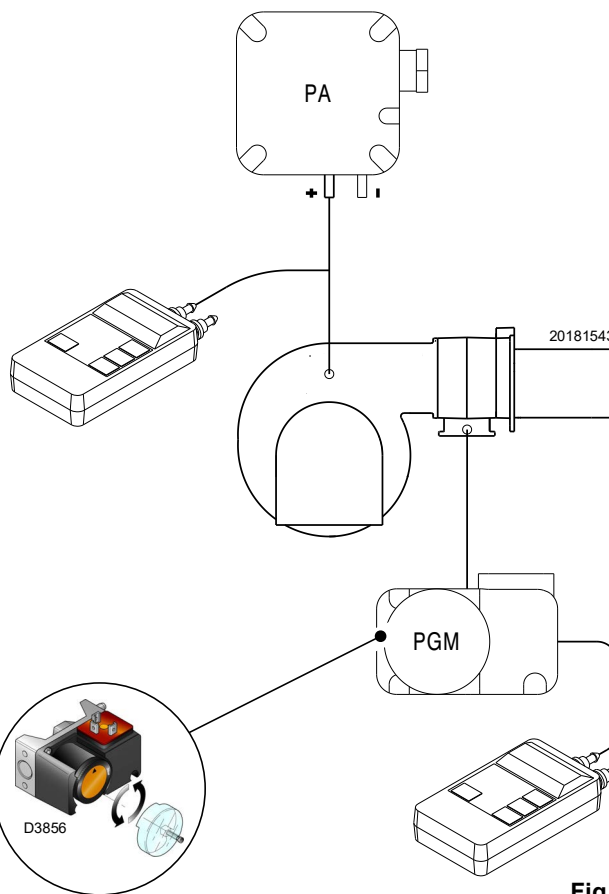

Fig. 37
- Régler le pressostat gaz seuil maximum (Fig. 37, page 34) en fin d'échelle.
Effectuer le réglage du pressostat gaz seuil maximum (Fig. 37) après avoir effectué tous les autres réglages du brûleur avec le pressostat gaz seuil maximum réglé en fin d'échelle.